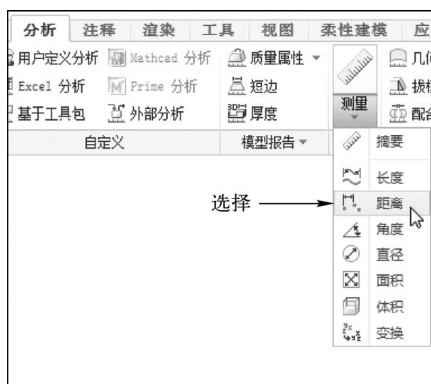

图 12-20 选择“距离”选项
STEP 02 在功能区选项板中切换至“分析”选项卡, 单击“测量”面板中“测量”下方的下拉按钮, 在弹出的列表框中选择“距离”选项, 如图 12-20 所示。